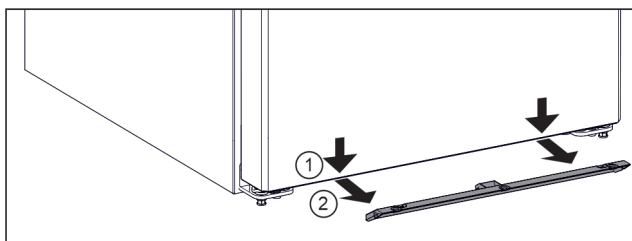

Fig. 6
- Tirer la moustiquaire vers le bas. Fig. 6 (1)
- Retirer moustiquaire. Fig. 6 (2)